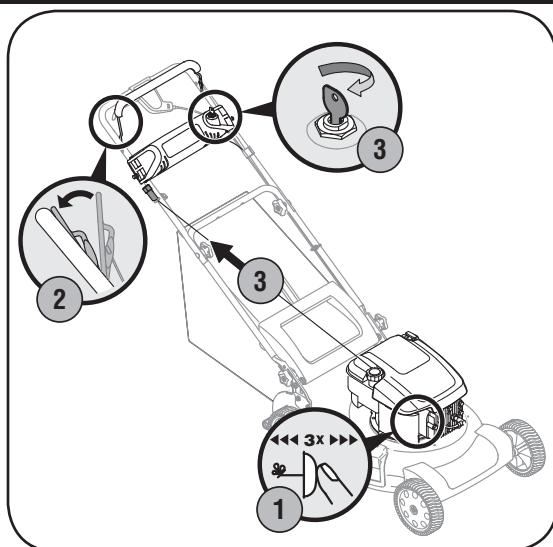

Figura 4-2: Poner en marcha la podadora.
1. Oprima el cebador tres veces. Espere aproximadamente dos segundos entre cada empuje, Figura 4-2. En temperaturas de aprox. 55°F o inferiores, cebe cinco veces. No cebe el motor caliente para reiniciarlo después de una detención breve.
2. Colóquese detrás de la podadora, apriete el control de la cuchilla contra la manija superior, Figura 4-2.
3. **Arrancador de retroceso:** Sostenga la manija del arrancador de retroceso y tire de la cuerda con un golpe rápido, continuo y con todo el brazo, Figura 4-2. Si se sostiene con firmeza la manija del arrancador, la cuerda se rebobina lentamente. Repita hasta que el motor esté en marcha. Deje que la cuerda se vuelva a enrollar lentamente.
**Arrancador eléctrico:** Gire la llave de encendido a la derecha para poner en marcha el motor, Figura 4-2. Suelte la llave una vez que el motor se ha puesto en marcha.